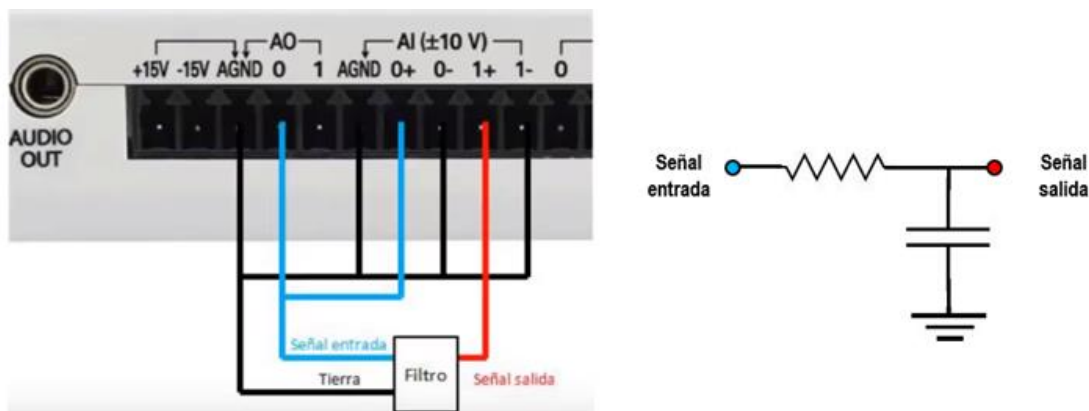

Figura 6. A la esquerra, connexions entre el filtre i la MyDaq. A la dreta, el filtre.
Primer de tot, munta el circuit de la Figura 6. Fixat bé en les connexions d'entrada i de sortida.
1. Construeix el circuit d'un filtre passa-baixos, tal i com es mostrava a la Figura 6.
2. Connecta la targeta d'adquisició MyDaq a la placa de proves. Heu de realitzar les mateixes connexions entre el filtre i la MyDaq, que en l'apartat anterior, mostrades en la Figura 6.